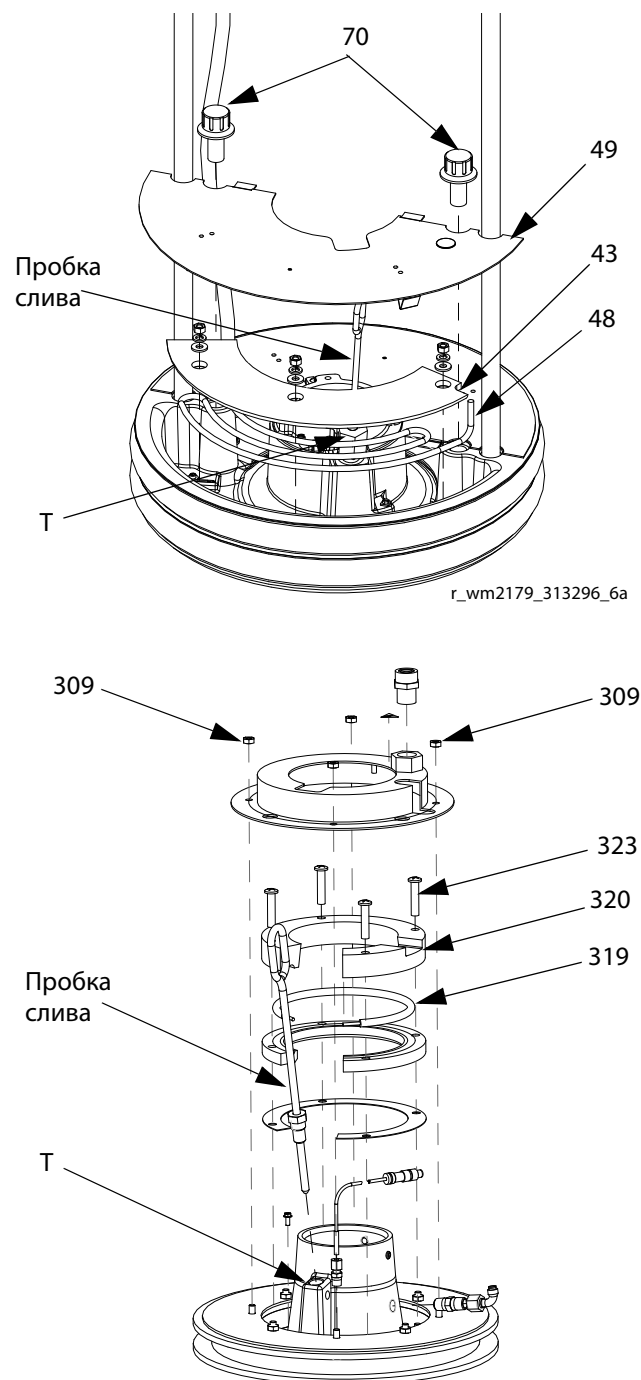

Рис. 30. Снятие крышек и нагревателей опорной емкости
4. Извлеките сливную пробку из опорной емкости. Протолкните сливную пробку через сливное отверстие (Т), чтобы удалить остаток материала. См. Рис. 30.
5. Снимите крышки опорной емкости. См. Рис. 30.
- a. Удалите крепежные детали крышки опорной емкости (70) или гайки (309).
- b. Для опорной емкости 208 л (системы подачи D200 7,62 см и D200 16,5 см): снимите обе крышки опорной емкости (49) и отсоедините провод заземления от опорной емкости.
6. Удалите лишнюю жидкость. Очистите спирали нагревателя (48) или нагреватель (319) мягкой металлической щеткой. См. Рис. 30.
7. Осмотрите блоки нагревателей опорной емкости (43 или 320) или нагреватель (48 или 319), проверив наличие прожогов и оплавлений. При необходимости замените блоки нагревателя опорной емкости или сам нагреватель. См. Рис. 30.